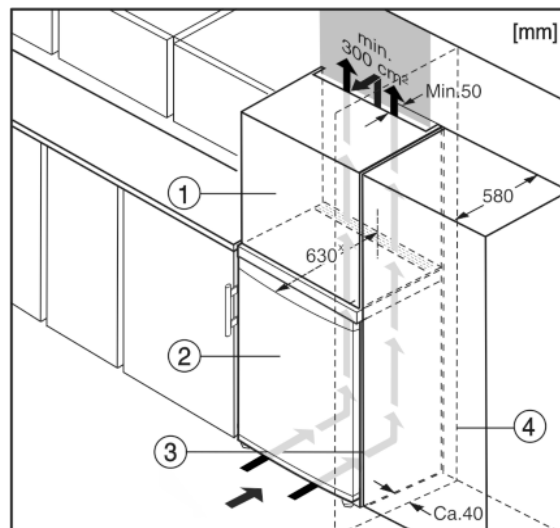

Fig. 6
- (1) Nadstavná skrinka
- (2) Zariadenie
- (3) Kuchynská skriňa
- (4) Stena
Zariadenie môže byť zabudované medzi kuchynskými skriňami. Aby sa zariadenie Fig. 6 (2) prispôbilo výške kuchynskej linky, môže sa nad zariadením umiestniť nadstavná skrinka Fig. 6 (1).*
Pri vstavaní s kuchynskými skriňami (hĺbka max. 580 mm) je možné zariadenie inštalovať priamo vedľa kuchynskej skrine Fig. 6 (3). Zariadenie vyčnieva nabok 34 mm* a v strede zariadenia 50 mm* oproti prednej časti kuchynskej skrine.*
Ak je zariadenie umiestnené so závesmi vedľa steny Fig. 6 (4), musí vzdialenosť medzi zariadením a stenou činiť minimálne 40 mm. To zodpovedá presahu držadla pri otvorených dverách.